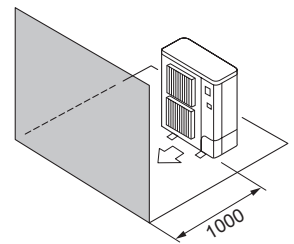

Fig. 2-9
- ④ Εμπόδια στην μπροστινή πλευρά μόνο (Fig. 2-9)